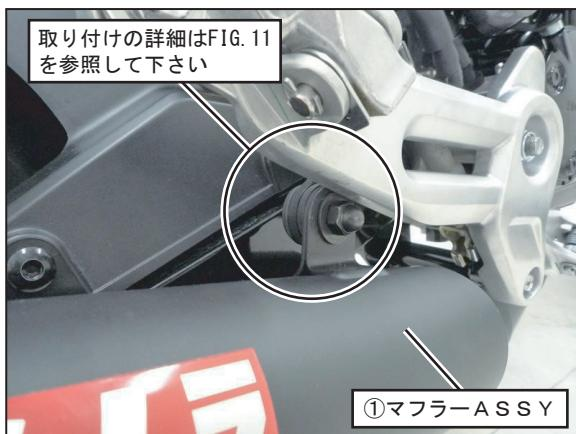

FIG. 10
8. ①マフラーASSY後側のステーを手順5で取り付けた③サイレンサーステーに⑥六角ボルトM8×30（黒）、⑧平ワッシャM8×22（黒）、⑨平ワッシャM8×26（黒）、⑪袋ナットM8（黒）を使用して仮締めして下さい。（FIG. 10, 11参照）